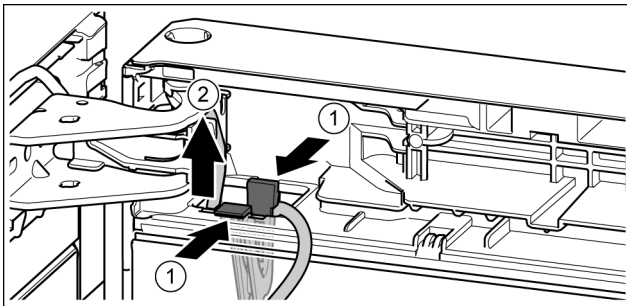

Fig. 20
- ▶ Натиснете езичето. Fig. 20 (1)
- ▶ Издърпайте кабелния държач с прикрепения към него кабел. Fig. 20 (2)